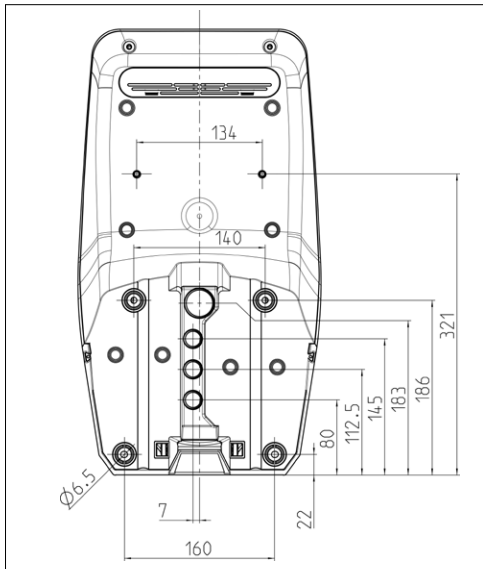

Bild 10: Borrmått [mm]
Vid infälld dragning måste positionen för matarkabeln markeras med hjälp av den bifogade borrhäblan eller bilden "Bild 10: Borrhått [mm]".
- ▶ Markera fästhålén med den bifogade borrschablónen eller bilden "Bild 10: Borrmått [mm]".